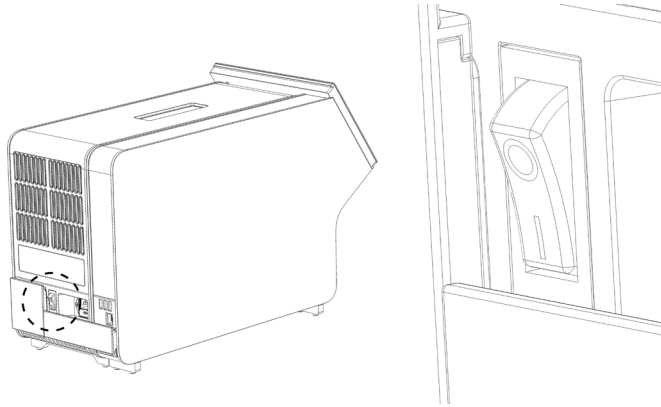

图 21. 找到电源开关并将其设置到 “I” 位置。
10. 将分析模块背侧电源开关按到“I”位置打开仪器（下一页图 21）。检查分析和运行模块的状态指示灯是否为蓝色。